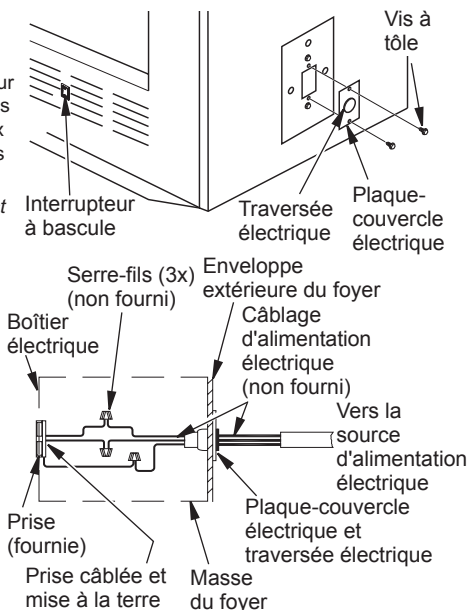

Figure 6 - Traversée électrique d'interrupteur de ventilateur
Un prêt-à-monter de ventilateur ou de souffleur pour ce foyer est offert en option (pour les modèles à circulation uniquement). L'utilisation de ventilateurs ou de souffleurs autres que ceux qui sont fabriqués par FMI PRODUCTS, LLC annulent la garantie. Le ventilateur fonctionne en appuyant sur un interrupteur à bascule (voir figure 6) situé dans le coin inférieur droit de la façade du foyer. Le souffleur fonctionne en tournant un bouton de réglage (pas illustré).
Les raccordements électriques du prêt-à-monter de ventilateur et de souffleur se font par la plaque-couvercle électrique située sur le côté du foyer comme illustré à la figure 6.
1. Enlevez la plaque-couvercle électrique et sa traversée du foyer en retirant les deux vis à tôle comme illustré à la figure 6.
3. Faites glisser les raccordements électriques dans le boîtier électrique comme illustré à la figure 6, page 6.